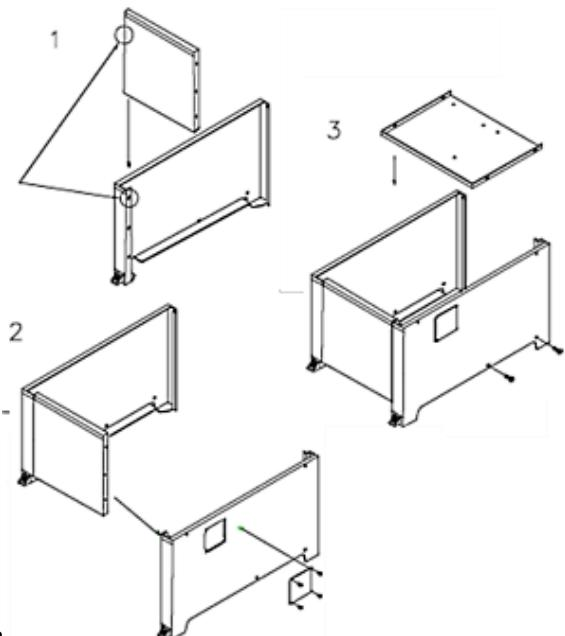

Рис.3
- Соедините вертикальные панели, вставив шип в паз (Рис.3)
Выберите скорость движения полотна рукойкой (F, рис.3).
Выберите режим работы переключателем (B, рис.3). Если планируется опускание рамы под действием ее веса, необходимо перевести вилку (C, рис.7) в продольное положение. Для перевода вилки необходимо вытянуть фиксатор (S, рис.7)